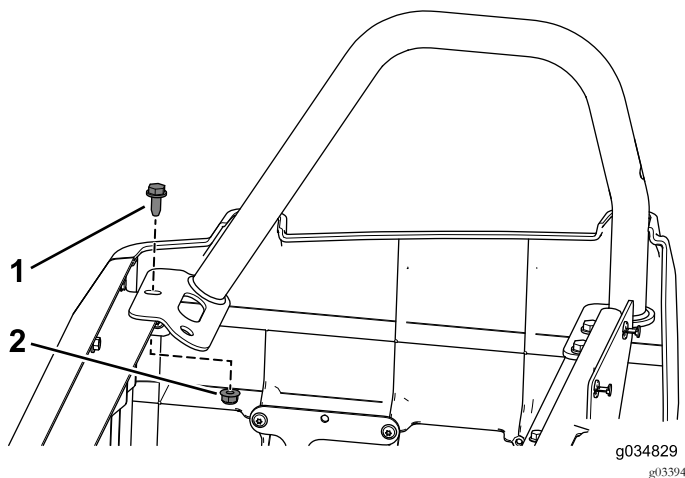

Figure 50
- Avec le boulon à embase (3/16" x 3/4") et l'écrou à embase retirés précédemment, fixez le dispositif de retenue du bassin arrière droit à la base de siège arrière (Figure 50).